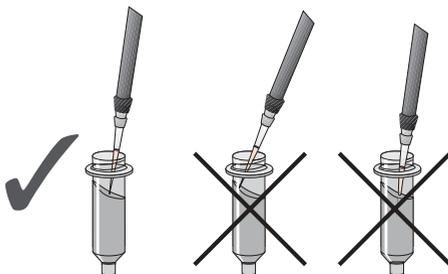

図 2. DyeEx 2.0 スピニングカラムへのサンプルアプライ
5. スピнкаラムを新しい遠心チューブに静かに移す。シ - クエンシング反応液 (10 ~ 20 μ l) をゲルベッドにゆっくりとアプライする (図 2)。
- シ - クエンシング反応液を直接、傾斜したゲルベッド表面の中央にアプライします (図 2)。反応液やピペットチップがカラムの側面に触らないようにします。サンプルがゲルに吸引されるようにゆっくりアプライし、ゲルベッドの側面に落ちないようにします。ピペットチップでゲルベッド表面を触らないようにします。